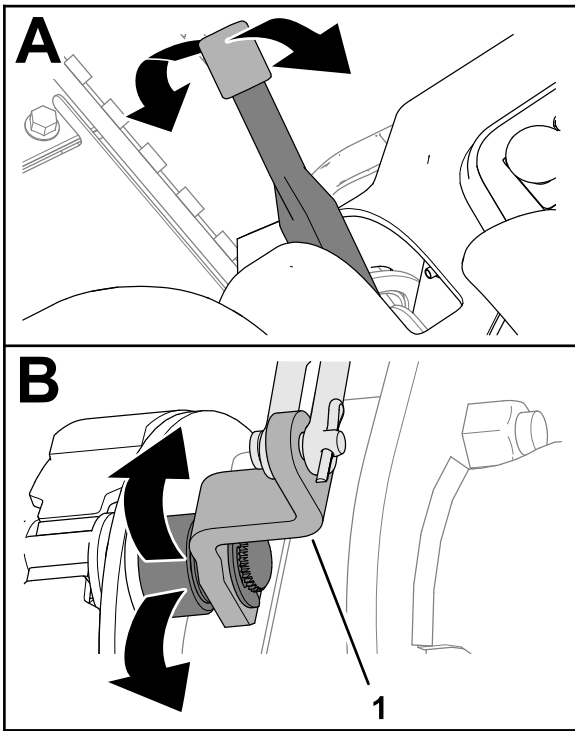

图 70
2. 上下移动手刹操纵杆以检查制动凸轮杆的杆是否可以自由移动图 70。